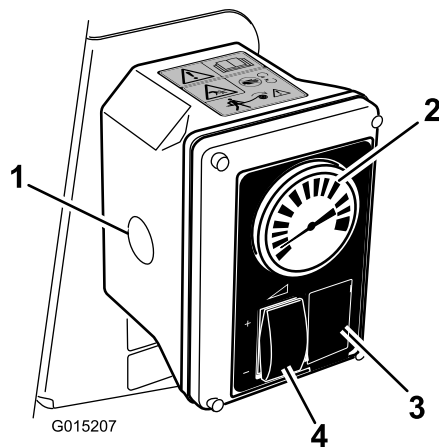

Figura 13
6. Regolate l'interruttore di comando del volume e l'acceleratore per aumentare o ridurre la pressione, come riporta l'indicatore della pressione, al valore desiderato (Figura 13).